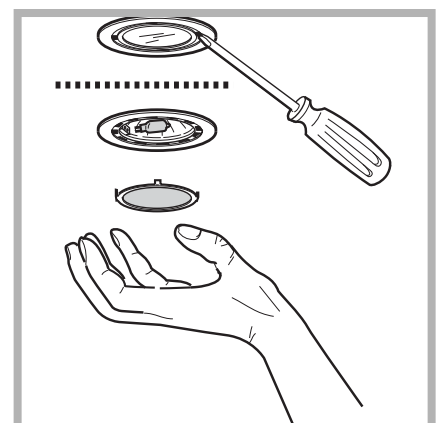

Fig. 4
- a. Verwijder de lampenkap met behulp van een kleine schroevendraaier (Afb. 4).